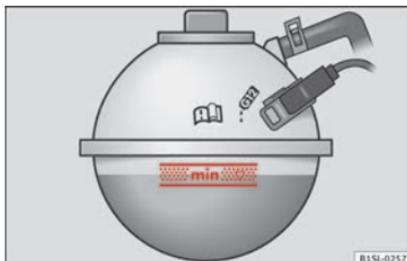

Fig. 244 No compartimento do motor: Marca no reservatório de expansão do líquido de refrigeração.
- Com o motor a frio, verifique o nível do líquido de refrigeração através da marca lateral do depósito de expansão » » » Fig. 244.
- O nível do líquido de refrigeração deve encontrar-se dentro das marcas gravadas no depósito de expansão » » » Fig. 244. **Não exceda o limite superior da zona marcada** » » » Ⓛ.
- Deve adicionar líquido de refrigeração somente até ao limite superior da zona marcada » Fig. 244. Caso contrário, ao subir a temperatura, o líquido de refrigeração excedente será expulso devido à pressão do sistema de refrigeração causando deterioração.